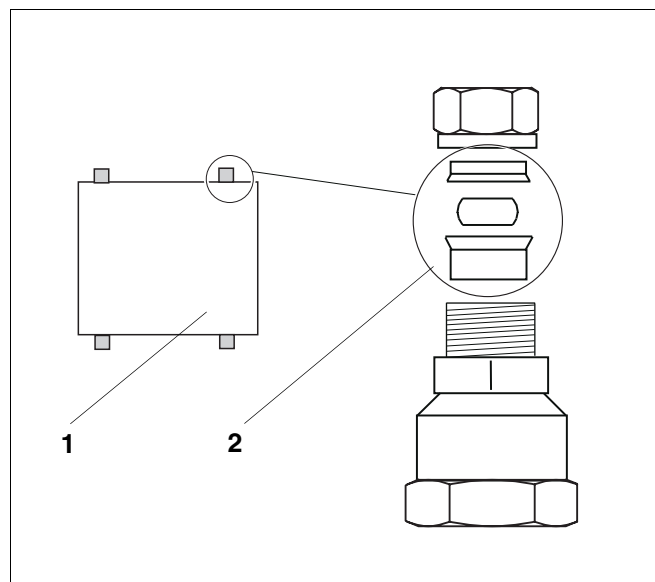

Fig. 2 Togliere gli anelli di fissaggio
- Sostituite gli anelli di fissaggio, come mostrato nella figura, con la serie di anelli di fissaggio da 18 mm x 15 mm (fig. 2, **pos. 2**).